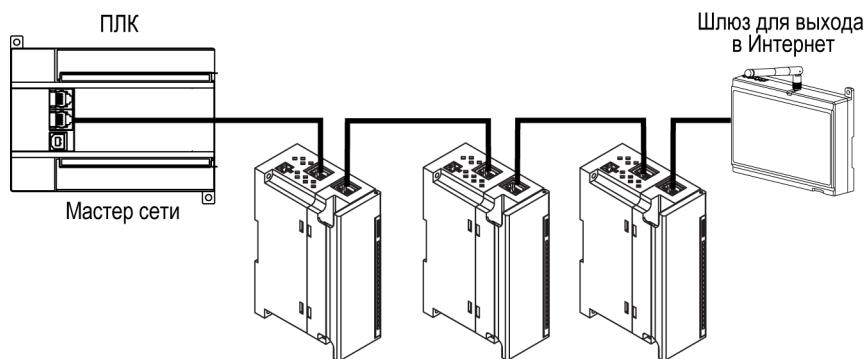

Рисунок 5.7 – Подключение по схеме «Цепочка»
- «Цепочка» / «Daisy-chain» (рисунок 5.7).